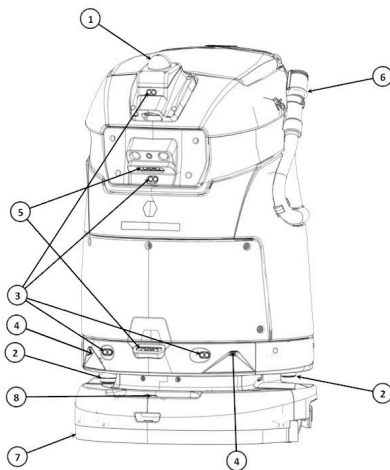

Abbildung 1
1. 3D-Lidar (Abbildung 1)
2. 2D-Lidar (Abbildung 1)
3. Ultraschallsensoren (Abbildung 1)
4. Laufzeitsensor (Abbildung 1)
5. Tiefenkameras (Abbildung 1)
6. Ablassschlauch (Abbildung 1)
7. Schmutzabweiser (Abbildung 1)
8. Entriegelungshebel der Reinigungskopfbedeckung (Abbildung 1)